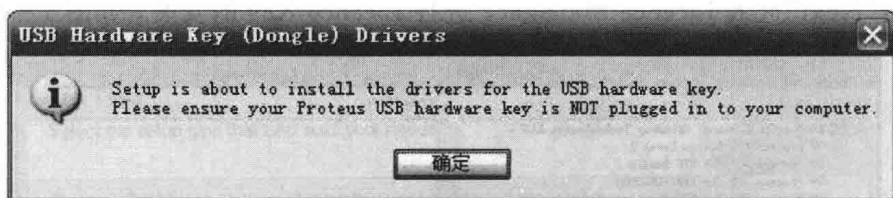

图 1-6 Proteus 安装未插入加密狗提示界面
③ 按照提示, 选好安装路径, 进行 Proteus 的安装。
④ 安装过程中, 出现 USB 硬件加密狗驱动安装的提示, 此时应确保加密狗未插在计算机上, 如图 1-6 所示。